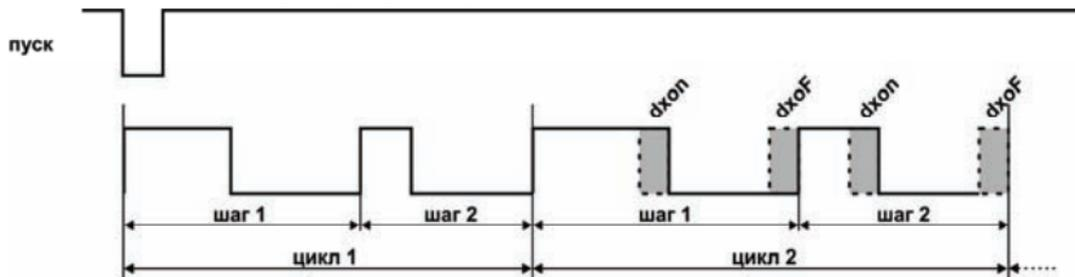

Рисунок 4
3.1.1.6 После выполнения очередного цикла время длительности импульса в каждом шаге последовательности может автоматически изменяться на величину « $dXon$ », а время длительности паузы – на величину « $dXoF$ ». Для этого необходимо задать значения этих параметров отличными от нуля (рисунок 4).